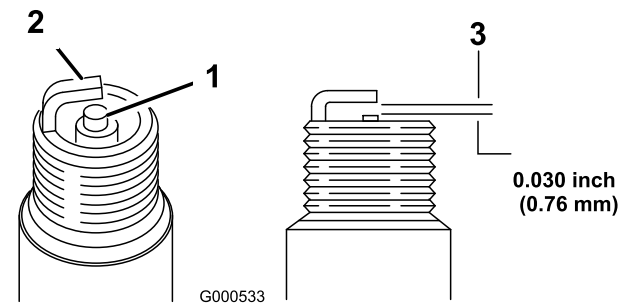

Bild 51
1. Sehen Sie sich die Mitte der Zündkerzen an (Bild 51).
2. Prüfen Sie den Abstand zwischen der mittleren und der seitlichen Elektrode (Bild 51) und biegen Sie die seitliche Elektrode, wenn der Abstand falsch ist.